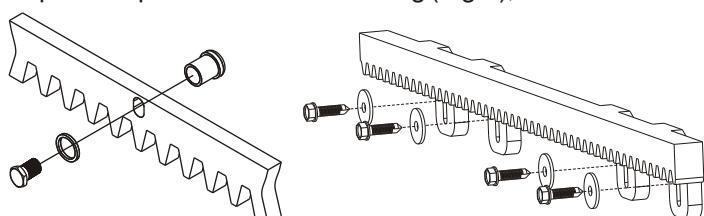

Fig. 7 Crémaillère en acier
5.2. Fixer à chaque élément de la crémaillère les cliquets de support à l'aide des vis de blocage qui doivent être positionnées sur la partie supérieure du trous oblong (Fig.7);